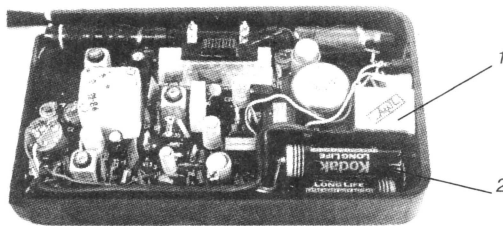

Рис. 2
Описанный преобразователь применен в двухдиапазонном (СВ-ДВ) приемнике третьей группы сложности — "Кварц-302". Блок 1 установлен на имеющемся свободном месте рядом с отсеком питания (рис. 2). Два элемента питания 316 (AA) по размерам близки габаритам батареи "Крона"